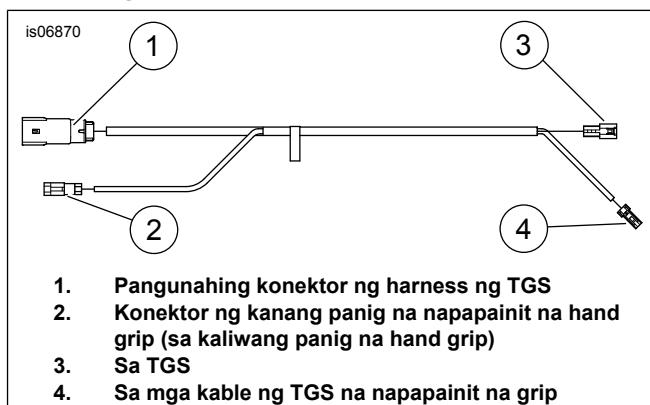

Figure 3. TGS Jumper Harness
4. Tingnan ang Figure 3 . Ikabit ang **BAGONG** TGS jumper harness sa TGS.
- a. Ikonekta ang konektor (3) sa TGS harness.
- b. Ikonekta ang konektor (4) sa konektor ng napapainit na grip.